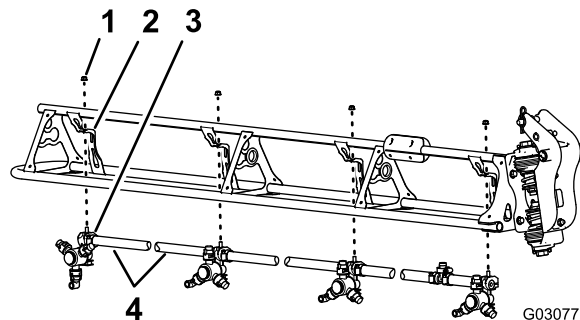

图 132
1. 在两个喷嘴之间切断软管图 132。
2. 拧下将喷嘴固定到喷嘴固定架的凸缘锁紧螺母 $5/16$ 英寸图 132。